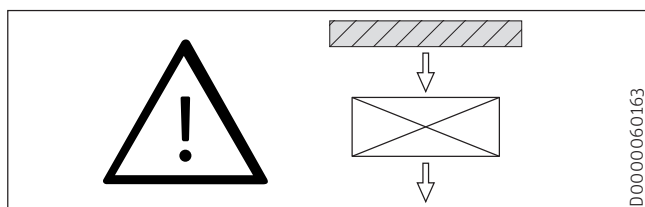

Fig. 4
- La pompe à chaleur est conçue pour être installée devant un mur sur un support ou une console murale – Fig. 4.